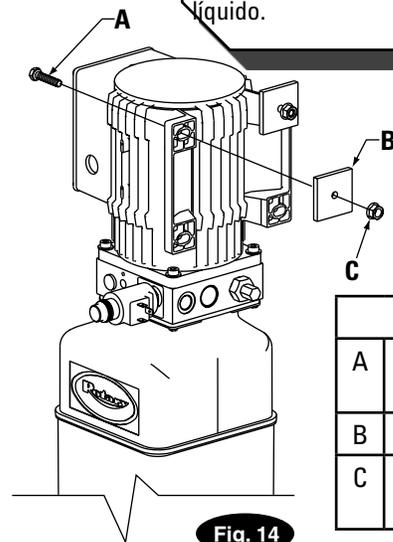

Fig. 14 Información
Inserte (2) HHCS de 5/16"-18NC x 1-1/2" a través de los orificios de la parte superior del soporte de la unidad de potencia usando protectores de vibración para mantener la posición, Fig. 14.